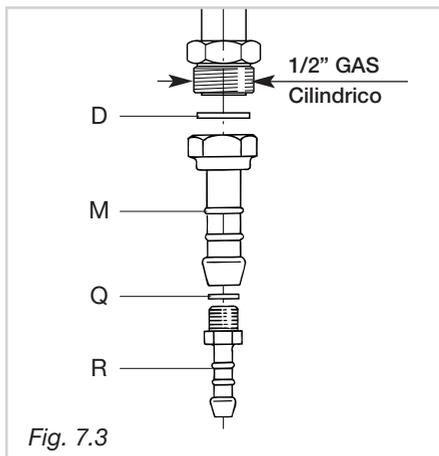

Fig. 7.3
- Montare il raccordo portagomma **M** interponendo la guarnizione di tenuta **D** (fig. 7.3).
- Montare sul portagomma **M** la riduzione **R** con interposta la guarnizione **Q** (fig. 7.3).
Il gruppo di raccordo (fig. 7.3) si compone di:
Per effettuare il collegamento gas è necessario togliere il portagomma **M** (fig. 7.3) ed avvitare direttamente sulla rampa il terminale del tubo metallico interponendo la guarnizione **D** (fig. 7.4).
Le guarnizioni **D** e **Q** (fig. 7.3) sono gli elementi che garantiscono la tenuta della connessione raccordo-rampa.